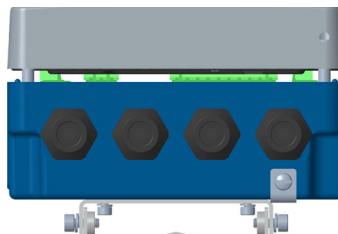

Abbildung 18: Abdeckung vom Sockel abnehmen
4. Einen Massedraht an der Massehalterung anschließen (siehe *Abbildung 18*) und die Halterung festziehen.